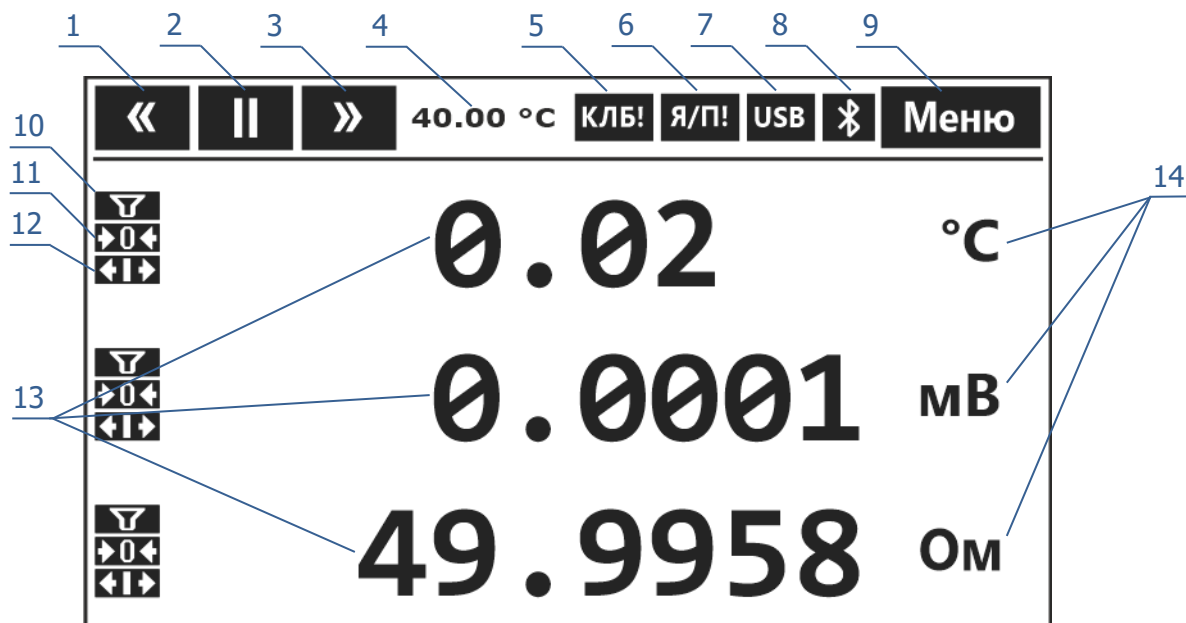
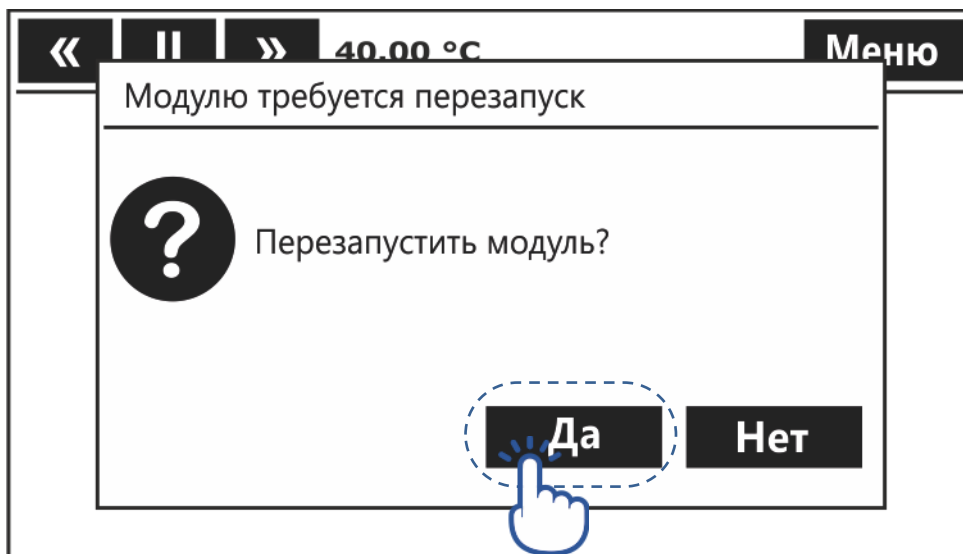

Рисунок 6 — Вид главного окна
Рисунок 10 — Подтверждение перезапуска измерительного модуля
3.4.2 Для входа в Меню нажать кнопку 9 (рисунок 6). При этом на дисплее раскроется список пунктов меню (рисунок 7).
4.3.7 Для выхода термостатов измерительных модулей на режим $(40.00 \pm 0.03) ^\circ\text{C}$, прогреть термометр в течение 30 минут. Значение температуры термостата текущего модуля отображается в позиции 4 (рисунок 6).
4.4.1 На дисплее термометра отображается измерительная информация текущего модуля, номер которого отображается в позиции 2 (рисунок 6).
4.4.2 Для переключения на предыдущий или следующий измерительный модуль нажать кнопки 1 или 3 (рисунок 6) соответственно.
4.5.1 В случае «зависания» измерительного модуля его можно перезапустить, нажав кнопку 2 (рисунок 6). В появившемся окне нажать кнопку "Да" для подтверждения действия или "Нет" для отмены (рисунок 10).
4.6.2 В случае повреждения заводской градуировки модуля (при сбое в энергонезависимой памяти) отображается индикатор 5 (рисунок 6). Измерительный модуль не обеспечивает заявленные метрологические характеристики, при этом необходима градуировка модуля на предприятии-изготовителе, после которой индикатор 5 будет сброшен.
4.7.1 Если в настройках канала выбран датчик, то в позиции 13 (рисунок 6) отображается значение температуры.
4.7.2 Для отображения на дисплее соответствующей измеряемой величины, нажать на размерность (элемент 14 рисунок 6). При этом измеряемая величина отобразится на фоне другого цвета, как показано на рисунке 11.
4.7.3 Для возврата к отображению температуры, нажать на размерность (элемент 14 рисунок 6) повторно.
4.8.5 Если фильтрация включена, то в позиции 10 (рисунок 6) отображается индикатор фильтрации. Индикатор горит непрерывно, если фильтр находится в установленном режиме, и мигает, если переходный процесс в фильтре еще не завершен.